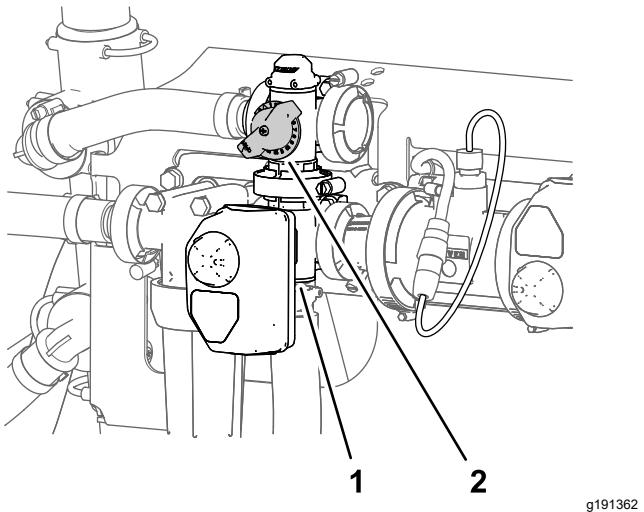

Figura 34
11. Ajuste la válvula de desvío de agitación (Figura 34), situada en la parte trasera de la válvula de agitación, hasta que la presión del sistema de fumigación indicada en el manómetro sea de 6,89 bar.